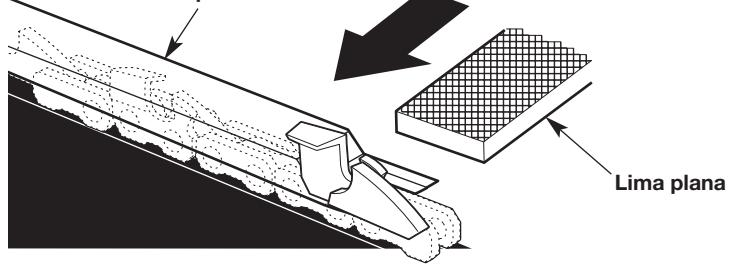

Fig. 34
3. Utilice un calibre de profundidad (no incluido) para medir el espacio libre del calibre de profundidad (Fig. 34) de cada cortador. El espacio libre del calibre de profundidad debe mantenerse a 1/32 pulgada (0,6 mm). El espacio libre del calibre de profundidad determina la profundidad a la cual el cortador ingresa en la madera durante la operación y el tamaño de las astillas de madera producidas. Demasiado espacio libre incrementa la probabilidad de retroceso. Demasiado poco espacio libre disminuye el tamaño de las astillas de madera, disminuyendo así la capacidad de corte.
- Utilice un empalmador de calibres de profundidad de 0.025 pulgada (0,635 mm) y una lima plana (herramientas no incluidas) para bajar el calibre de profundidad hasta el espacio libre correcto (Fig. 34).